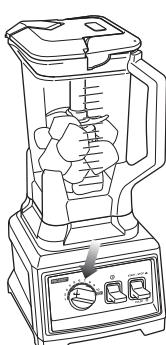

Fig. 7
- 11 Lorsque vous avez obtenu la consistance désirée, réduisez lentement la vitesse et arrêtez l'appareil en soulevant le commutateur « Start/Pulse/Stop » (Marche/Impulsion/Arrêt), puis attendez que le jeu de lames cesse de tourner. (Fig. 7)